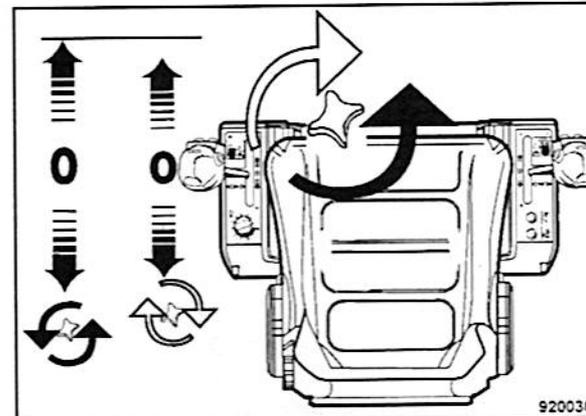

Fig. 95
- Enroscar o desenroscar el tope giratorio (Fig. 95) tanto hasta alcanzar el deseado recorrido de la palanca de marcha.